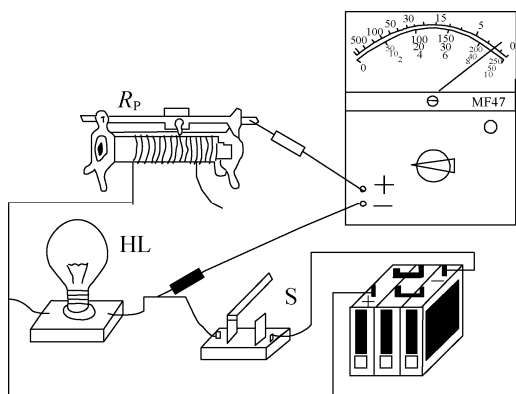

图 2-1
1. 如图 2-1 所示为某同学进行直流电路的万用表测量实训，试问：